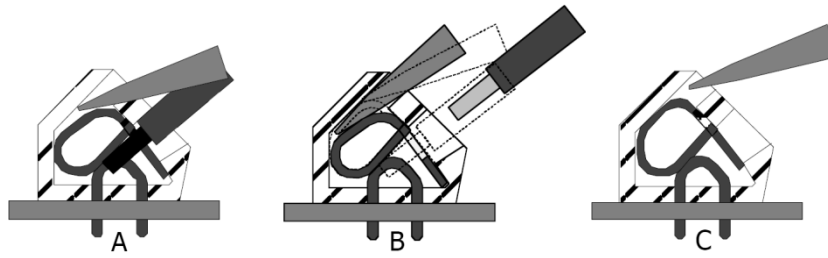

Рисунок 15 - Видалення дроту з безгвинтової пружинної клеми
- Потім витягніть провід з нижнього отвору (рис. 15 В)
- Витягніть викрутку (рис. 15 С)